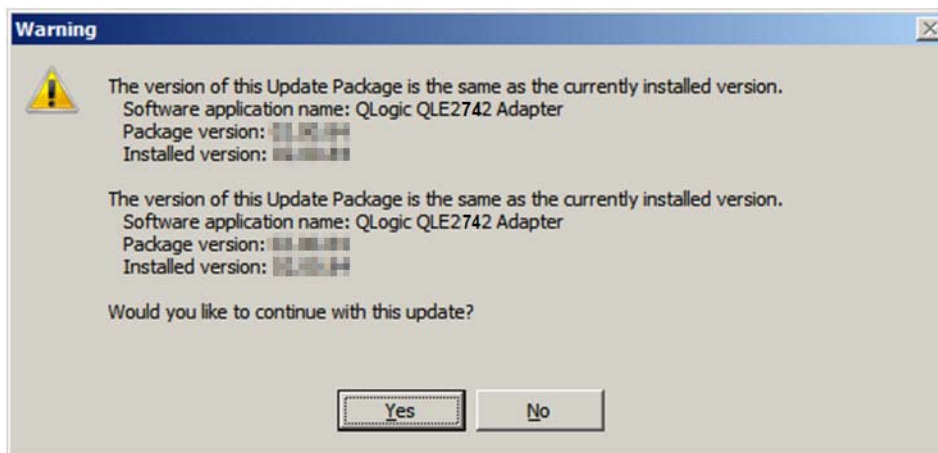

Abbildung 3-2. Fortsetzen der Installation des Dell Aktualisierungspakets
2. Befolgen Sie die Anweisungen des Installationsprogramms. Wenn eine Warnmeldung (Abbildung 3-2) angezeigt wird, klicken Sie auf **Yes** (Ja), um mit der Installation fortzufahren.